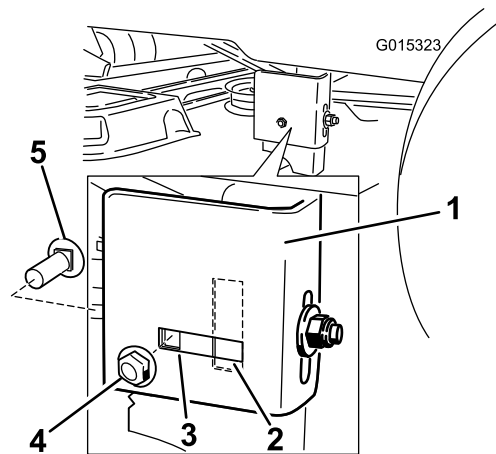

Figura 59
- Mueva al lado izquierdo de la máquina. Retire el perno de cuello cuadrado lateral y la tuerca de bloqueo de la posición fija, e instáloselos en la posición ranurada trasera (Figura 59).